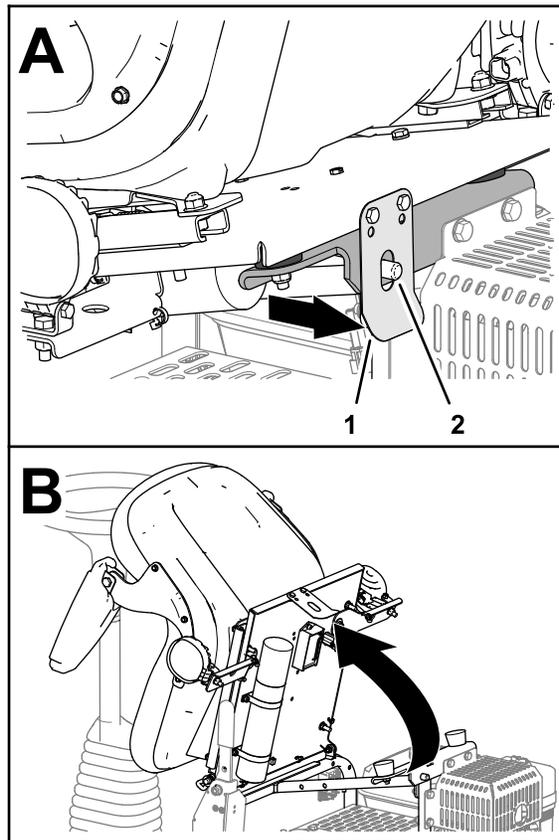

Figura 23
1. Tire hacia atrás del enganche del asiento hasta que salga del pasador del enganche del asiento (Figura 23).
2. Inclíne el asiento hacia adelante (Figura 23).